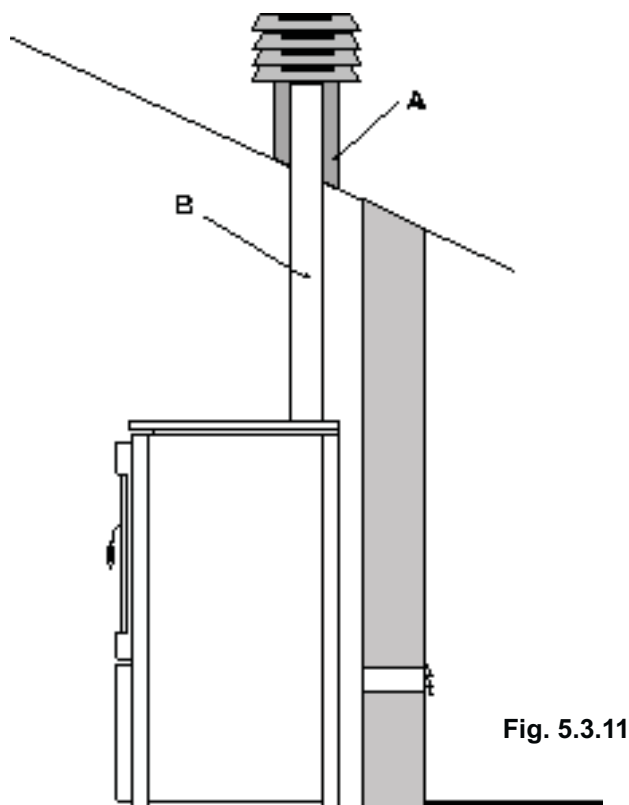

Fig. 5.3.11
- En cas de conduit de cheminée présentant une large section, il est nécessaire de « l'intuber » avec une canalisation en acier (le diamètre étant fonction du parcours), isolée de manière appropriée (Fig. 5.3.11).
- **En caso de cañón con sección mayor, es necesario “entubar” el cañón con una tubería de acero (de diámetro en función del recorrido) oportunamente aislada (Fig. 5.3.11).**